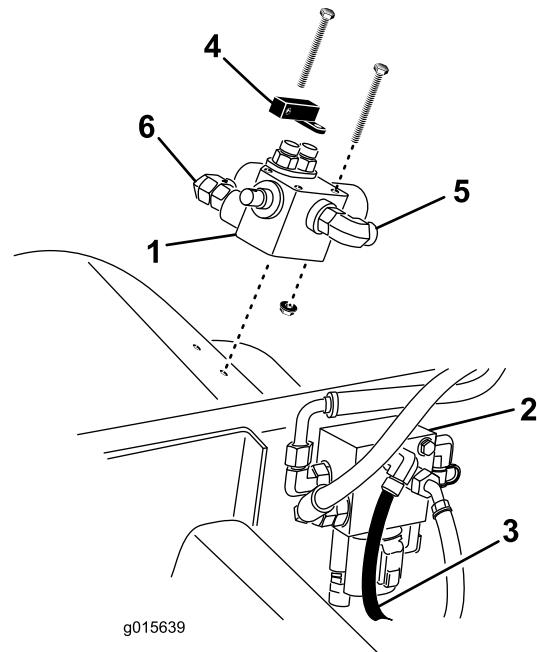

Figura 5
9. Montate la valvola di regolazione e la leva perno sul parafango destro con 3 bulloni (1/4 x 2-3/4 poll.) e dadi di bloccaggio flangiati 1/4 poll., come mostrato nella (Figura 5).
10. Mettete una bacinella di spурго sotto il collettore di sollevamento (Figura 5).
11. Scollegate il flessibile dello sterzo (Figura 5) dal foro laterale superiore del collettore di sollevamento (il flessibile proviene dalla valvola dello sterzo).
12. Collegate il flessibile di 30,5 cm al flessibile dello sterzo scollegato e al raccordo a 90° sulla valvola di regolazione, lato operatore (Figura 5).
13. Collegate il flessibile idraulico più lungo con i raccordi diritti (compresi nel kit) al foro libero sul collettore di sollevamento e al raccordo a 90° sul lato esterno della valvola di regolazione (Figura 5).